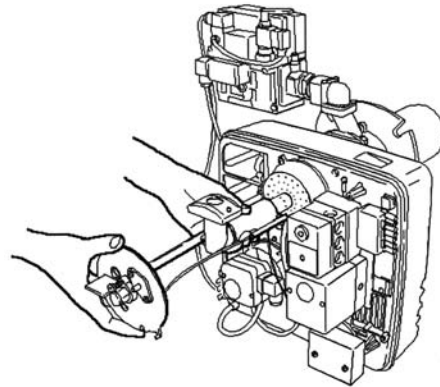

Fig. 27
- Rotiți ușor suportul duzei, pentru a putea fi scos (Fig. 27)